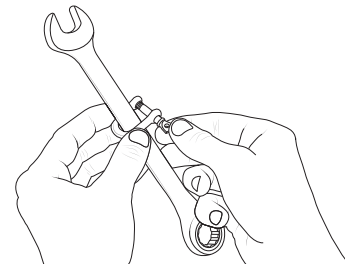

Fig. 4
5. Reattach the crossbar [fig. 4].
- Vuelva a acoplar la barra [fig. 4].